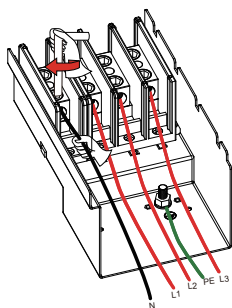
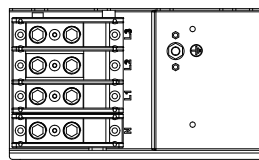

Abb. 5.9 AC-Kabel an die Klemme angeschlossen
Abb. 5.10 Festziehen des AC-Anschlusskabels
2) Verbinden Sie das Kabel durch die wasserdichte Ummantlung des Anschlusskastens und führen Sie es in die Klemme ein (Abbildung 5.9 zeigt den Anschluss der drei Phasenleitungen an den Anschlusskasten, das Erdungskabel ist an das Gehäuse des Wechselrichters geschraubt), und verwenden Sie einen Sechskantschraubendreher, um den Kabelbaum an die Anschlussklemme zu drücken (siehe Abbildung 5.10).